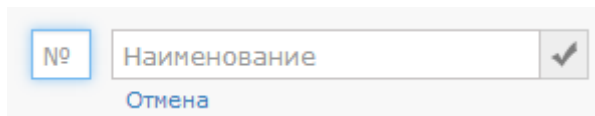

Рисунок 9.61 — Добавление уровня доступа
2. Укажите номер и наименование уровня доступа (рисунок 9.61). Нажмите на кнопку .